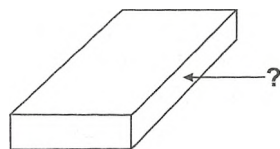

Рис. 89
5. Как называется часть заготовки (рис. 89), используемая при разметке рейсмусом: